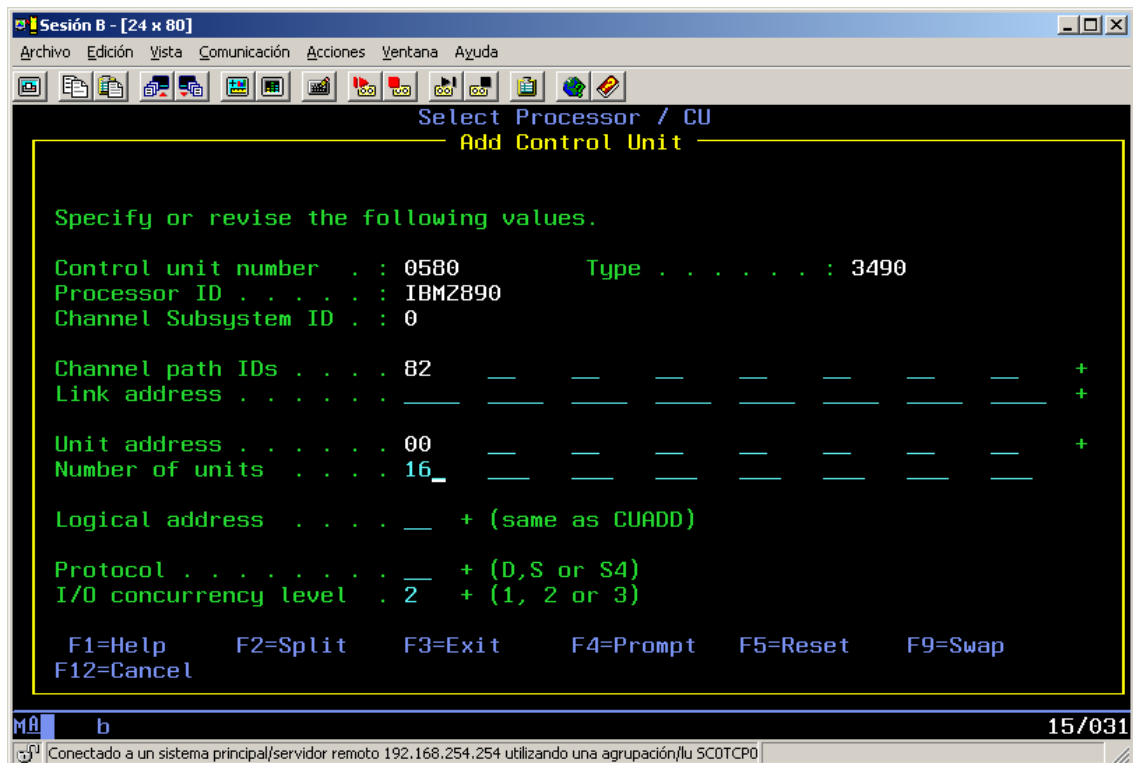

Fig. 18: Creación de la Control Unit 580
2.- Iremos a la opción **1. Define, modify, or view configuration data** y de ahí, a la opción **4. Control Units**, donde definiremos 2 Unidades de Control: la **580** y la **590**, que mas tarde controlarán los 16 dispositivos de cada rango. Con **PF11**, añadiremos una nueva U.Control (Fig. 18).